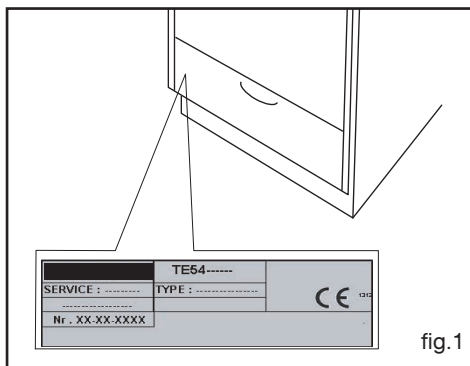

fig.1
- Ouvrez complètement la porte et la bloquer à l'aide de la butée rouge (fig.1).